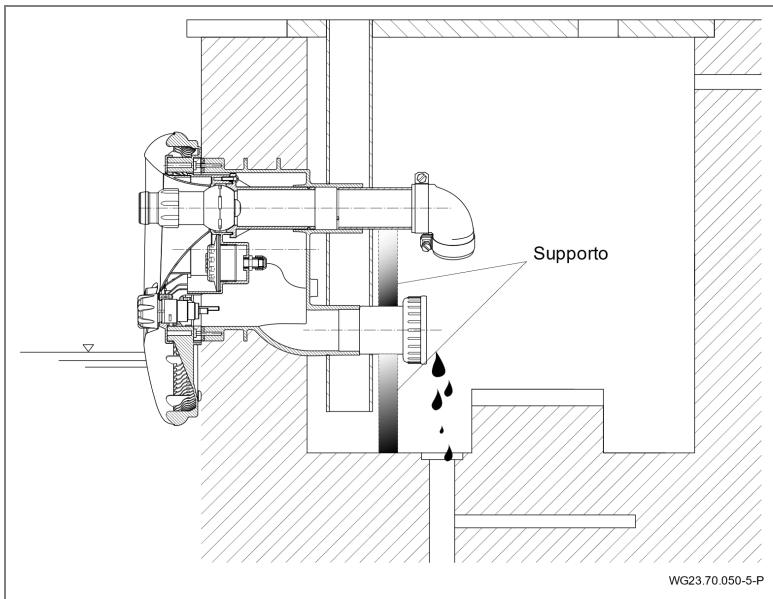

Fig. 29
3. Scaricare il tubo die aspirazione e die mandata poggiando su un sogestno. Vedere "Fig. 29" a pagina 46.